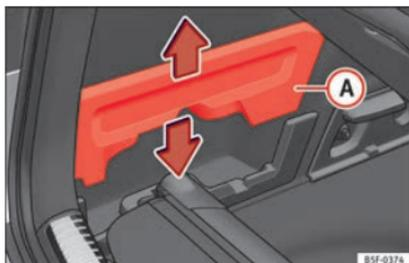

Fig. 164 Nel bagagliaio: Alloggiamento per la riposizione del pianale portaoggetti
- Rimuovere le coperture » **fig. 164** **A** sinistra e destra.